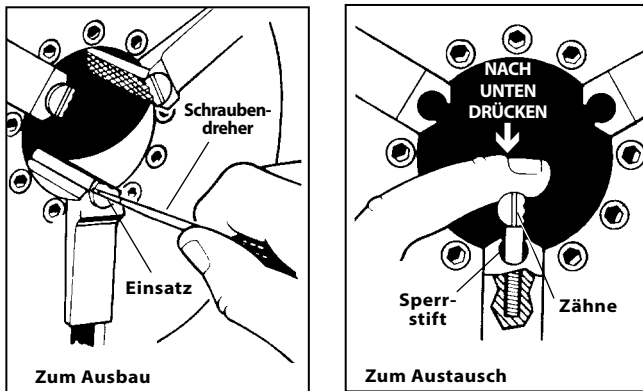

Abbildung 33 – Austausch der Backeneinsätze
1. Setzen Sie die Klinge eines Schraubendrehers in den Schlitz des Einsatzes und drehen Sie den Einsatz um 90 Grad in eine Richtung. Entfernen Sie den Einsatz (Abbildung 33).
2. Platzieren Sie den Einsatz seitlich auf dem Sperrstift und drücken Sie ihn soweit wie möglich nach unten (Abbildung 33).